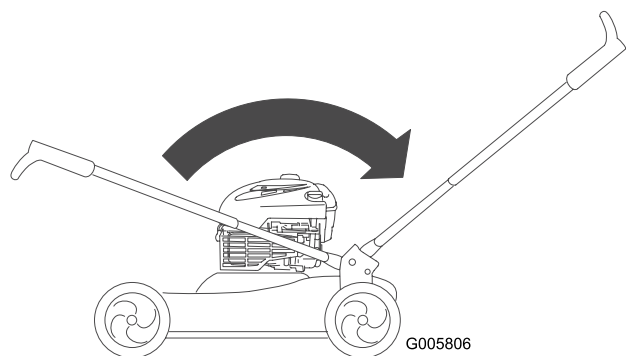

Figura 5
3. Ruotare la stegola indietro (come mostrato in figura) finché non scatta in posizione (Figura 5).